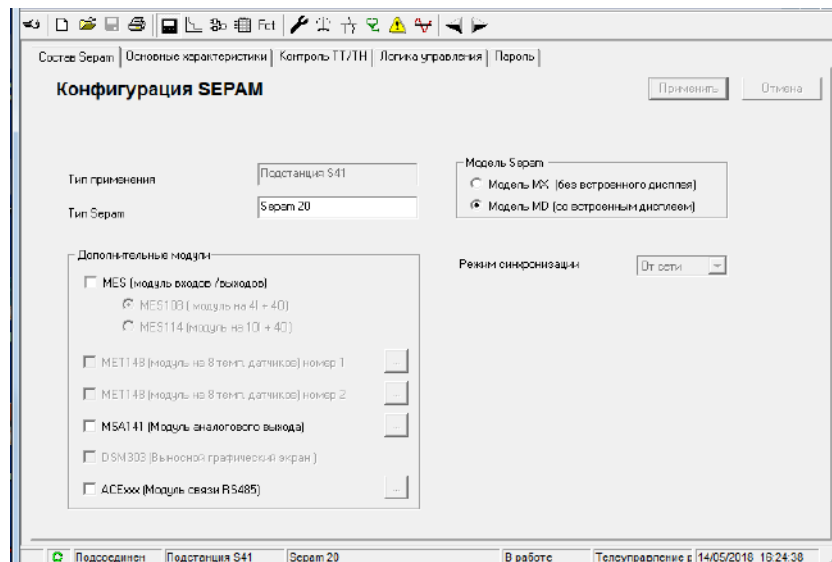

Рисунок 5.4 – Окно «Конфигурация Seram»
7. Открыть вкладку «Конфигурация Seram» (рис. 5.4). В данной работе используется расширительный модуль MES114, установить «галочку» напротив. Обозначить название блока, например, «Seram 40». Модель блока выбрать «MD» (со встроенным дисплеем). В текстовом поле «Тип Seram» указать тип – ЧЗ.